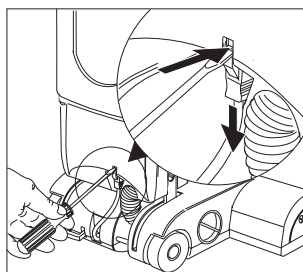

Fig. 14
- Débrancher le câble de liaison, appuyer avec un objet pointu (un tournevis par ex.) pour déverrouiller le connecteur. <Fig. 14>